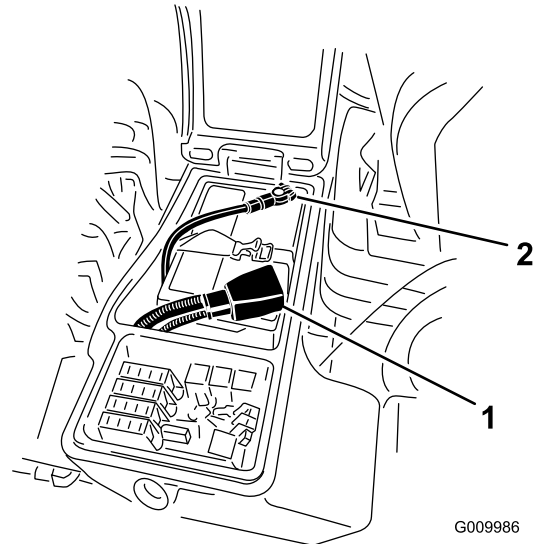

Figura 92
3. Rimuovete il cavo negativo (nero) dal morsetto negativo (-) e il cavo positivo (rosso) dal morsetto positivo (+) della batteria (Figura 92).
6. Collegate il cavo positivo (rosso) al terminale positivo (+) e il cavo negativo (nero) al terminale negativo (-) della batteria (Figura 92).